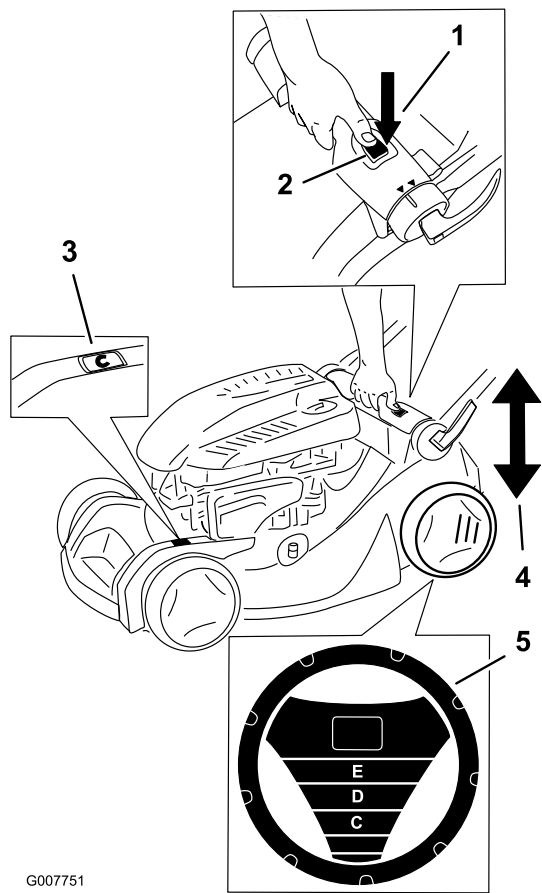

Bild 13
Hinweis: Das SmartWheel[®] berechnet die optimale Einstellung, um sicherzustellen, dass Sie nie mehr als ein Drittel der Grashalme abschneiden (Bild 13).
2. Schieben Sie den Rasenmäher auf die Rasenfläche, halten Sie den Rasenmäher an, wenn das Smart Wheel-Motiv senkrecht ist (Bild 13).
4. Drücken Sie die Taste für das Einstellen der Schnitthöhe und halten Sie den Einstellgriff für die Schnitthöhe fest, um die Schnitthöhe nach oben oder unten zu verstellen (Bild 13).
5. Heben Sie den Griff an oder drücken ihn nach unten. Stellen Sie die gewünschte Schnitthöhe mit der Schnitthöhenskala ein (Bild 13).